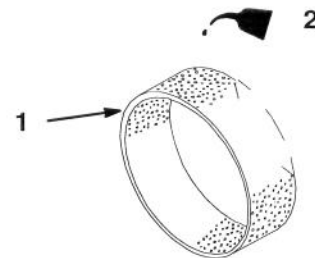

Abbildung 16
- C. Etwas Öl (1-2 oz.) auf den Einsatz geben (Abb. 16). Den Einsatz drücken, um das Öl zu verteilen.